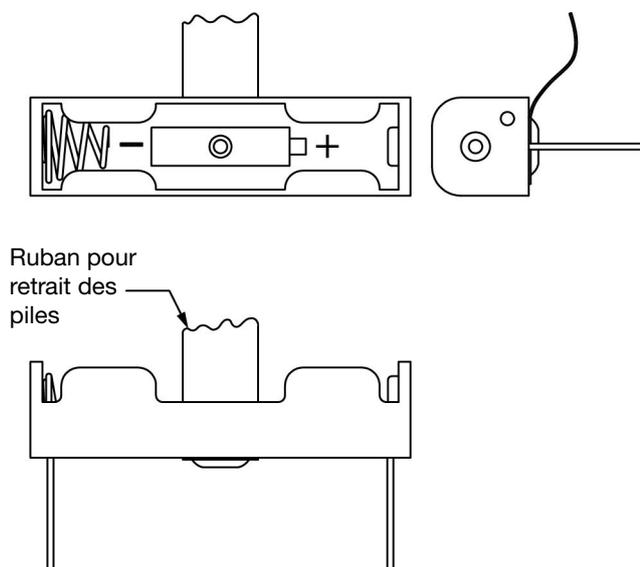

FIG. 15
5. Tirer le ruban de retenue de pile, situé sous les piles, pour les déloger, comme montré à la FIG. 15. Éliminer les piles conformément aux réglementations locales à ce sujet.
6. Insérer les piles neuves comme indiqué sur le support de batterie. Appuyer fermement sur les piles. Voir FIG. 15 pour identifier les côtés négatif et positif d'une pile.